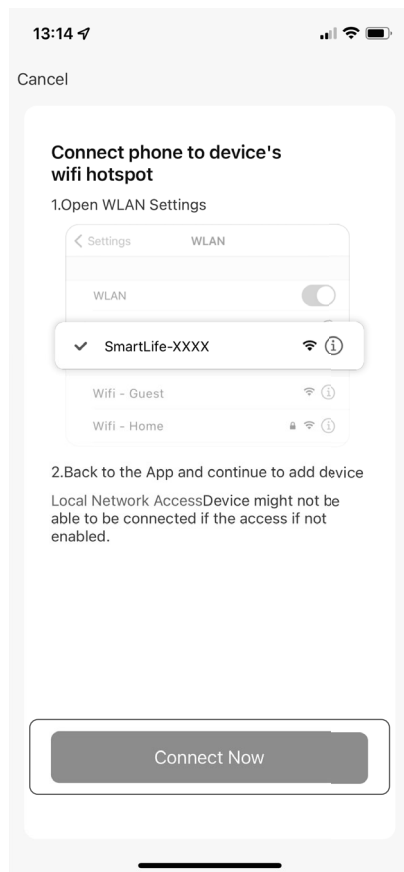

Fig. 8
- ▶ Haga clic en la indicación de abajo en CONECTAR AHORA (**fig. 8**).